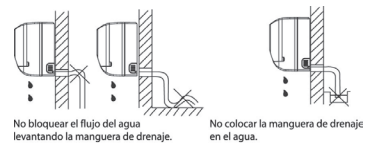

Ilustración 41
- 3.1. Coloque la manguera de drenaje con pendiente hacia abajo. No instale la manguera de drenaje según lo ilustrado en la Ilustración 41.